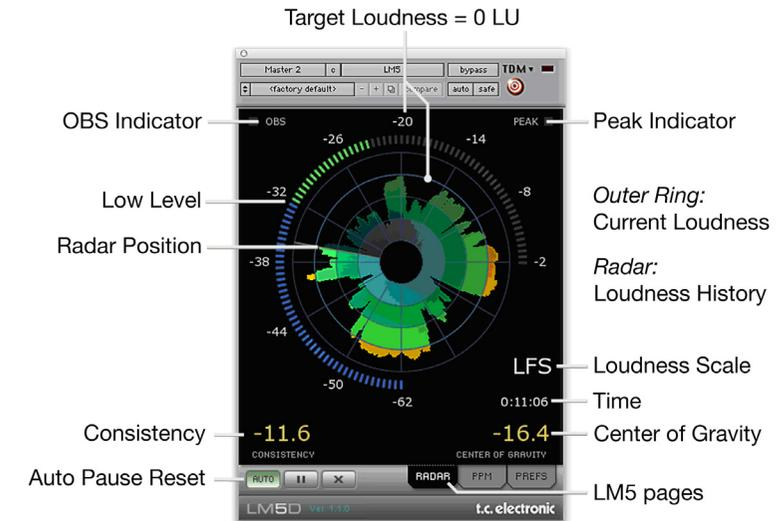

Abbildung 3: Radar-Seite des LM5D.
Das LM5 nutzt eine einzigartige Form der Visualisierung der kurzfristigen Lautheit, des Lautheitsverlaufs sowie der statistischen Langzeitdeskriptoren (gilt nur für LM5D). Er kann für die Formate Mono, Stereo und 5.1 sowie jede Art von Sendematerial verwendet werden. Klicken Sie auf die Schaltfläche **Radar**, um die Seite Radar anzeigen zu lassen. Wahrscheinlich werden Sie meistens mit dieser Seite arbeiten. Die grundsätzliche Arbeitsweise der Radar-Seite wird in *Abbildung 3* dargestellt.
Der äußere Ring der Radar-Seite stellt die aktuelle Lautheit dar. Der 0 LU-Punkt (also die Ziellautheit) befindet sich in der Mittelposition (12:00 Uhr). Die Lichtkranzelemente jenseits der Ziellautheit werden gelb dargestellt. Am Low-Level-Punkt wechselt die Farbe der Lichtkranzelemente von grün zu blau. Die Parameter **0 LU Equals** (Definition Ziellautheit) und **Low Level Below** befinden sich auf der Preferences-Seite. Wenn Sie die Ziellautheit (0 LU) beispielsweise auf -20 LFS und den Low-Level-Punkt auf -12 LU einstellen, entspricht die Farbkodierung der *Abbildung 3*.
Sie können die Umlaufdauer für das Radar in einem Bereich von 1 Minute bis zu 24 Stunden pro Umlauf einstellen. Die konzentrischen Kreise befinden sich in einem Abstand von 3, 4, 6, 8, 10 oder 12 dB. Bei der Ziellautheit (0 LU; angezeigt durch den stärker ausgeprägten Ring) erfolgt der Übergang von grüner zu gelber Darstellung – siehe hierzu auch *Abbildung 3*. Sie definieren den 0-LU-Punkt auf der Preferences-Seite. Er liegt normalerweise zwischen -12 und -24 LFS.
Die Steuerschaltflächen links unterhalb der Anzeige dienen dazu, das Radar zu starten, anzuhalten und es zurückzusetzen. Die entsprechenden Bedienelemente der Produktversion LM5D werden in *Abbildung 3* angezeigt.
- Den Parameter **Loudness Scale** (Lautheitsskalierung) können Sie entweder auf **Loudness Units, LU** oder **Loudness Full Scale, LFS** einstellen. Da das LM5 das BS.1770-Lautheitsmodell verwendet, entspricht LFS hier LKFS. Wenn Sie **LFS** wählen, entspricht die Beschriftung des äußeren Rings auf der Radar-Seite *Abbildung 3*. Wenn Sie stattdessen **LU** wählen, erfolgt die Beschriftung stattdessen in LU-Einheiten.